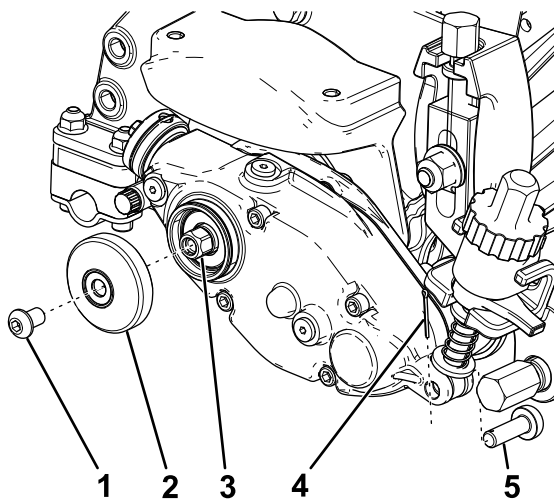

Bild 9
1. Befestigen Sie die äußere Abdeckung des Groomerantriebs mit der vorher entfernten Sechskantschraube (Bild 9).
- Schieben Sie den Einstellerstift durch die Einstellerarmstange und den Groomerantrieb und befestigen Sie ihn mit einem Splint (Bild 9).